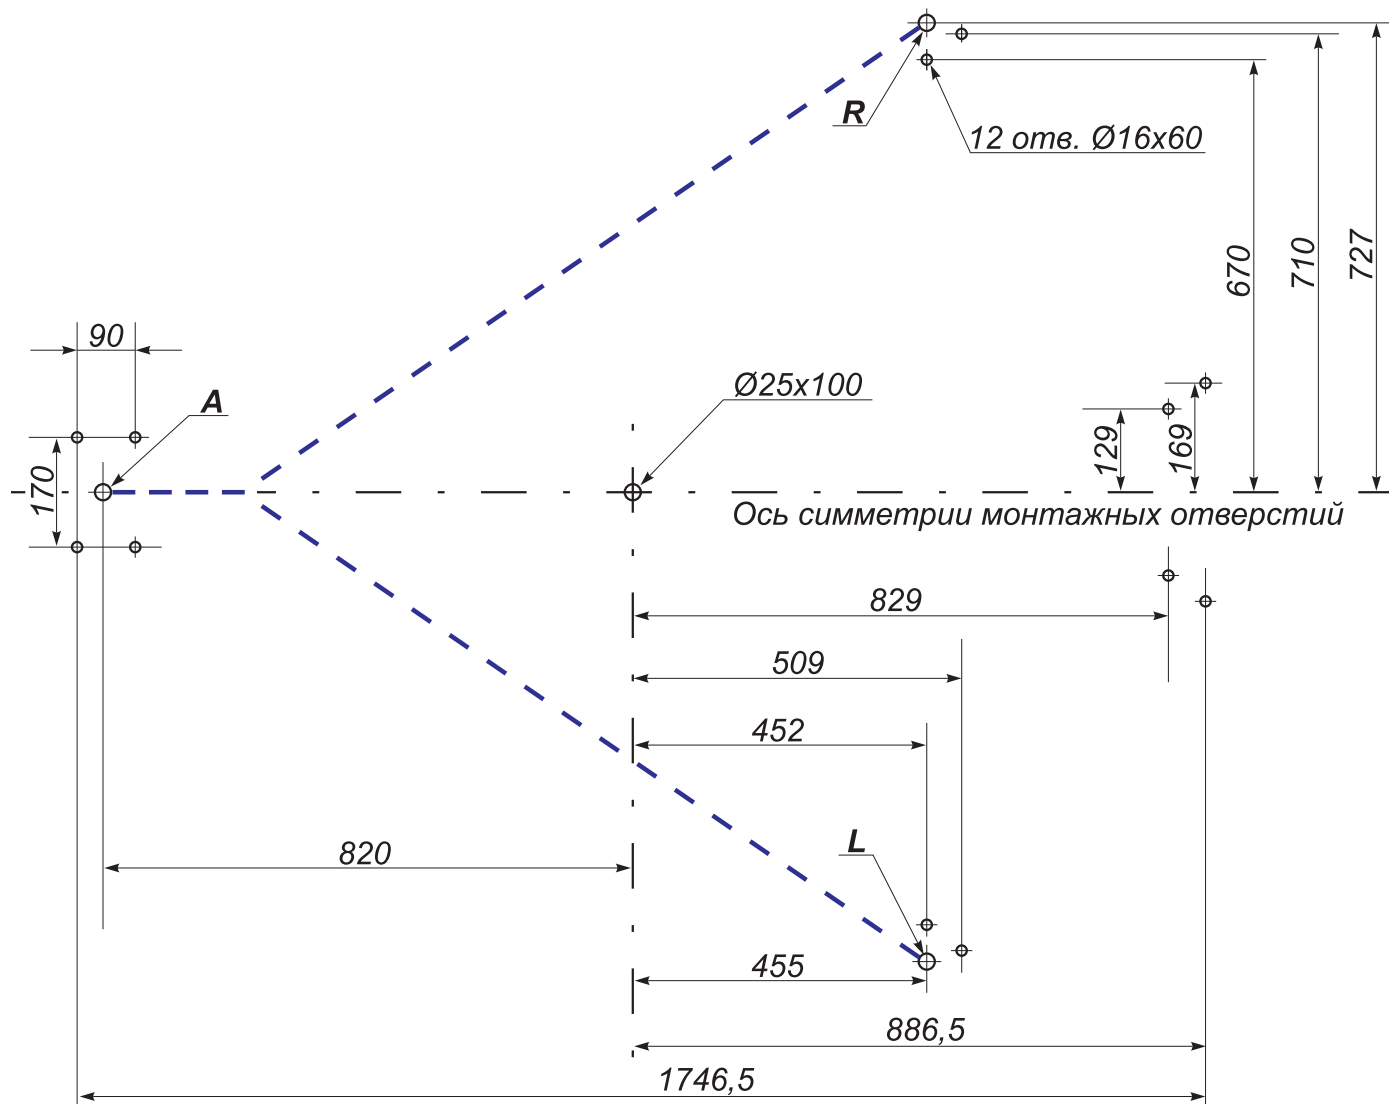

Рисунок 8 – Схема разметки для установки турникета:
8.2.6 Установите левую секцию формирователя прохода (6) таким образом, чтобы опорная стойка секции с блоком индикации (9) располагалась над зоной *L* (рисунок 8). Совместите четыре отверстия во фланцах (8) секции с отверстиями в установочной поверхности. Закрепите секцию с помощью анкерных болтов, при этом усилие затяжки болтов должно быть предварительным, обеспечивающим возможность регулировки отклонения секции от вертикали. Подведите кабель индикации (10) и кабель считывателя (23)* по кабельному каналу к зоне *A*.
8.2.7 Установите и закрепите правую секцию формирователя прохода (7) таким образом, чтобы опорная стойка секции с блоком индикации располагалась над зоной *R* (рисунок 8). Подведите кабель индикации (11) и кабель считывателя (24)* по кабельному каналу к зоне *A*.
8.2.10 Установите преграждающую стойку фланцем (4) на зону А, а нижний узел вращения (5) — на отверстие с анкером $\varnothing 25$ мм (рисунок 8). Совместите четыре отверстия во фланце и одно отверстие в центре нижнего узла вращения с отверстиями в установочной поверхности. Закрепите преграждающую стойку с помощью анкерных болтов, при этом усилие затяжки болтов должно быть предварительным, обеспечивающим возможность регулировки её отклонения от вертикали.
8.2.22 Установите собранный ротор (1) (п. 8.2.18) с небольшим наклоном нижним концом в нижний узел вращения (5) в исходное положение, соответствующее выбранному варианту перекрытия створками зоны прохода в исходном состоянии турникета (А или Б, см. п. 5.2.12).
Для обеспечения возможности работы турникета в **бесшлюзовых режимах (вариант А исходного состояния турникета)** перекройте зону прохода **одной** створкой, расположив её параллельно оси симметрии монтажных отверстий (рис. 8) в направлении к стыку секций (6) и (7) формователя прохода (рис. 1 и 12,а).